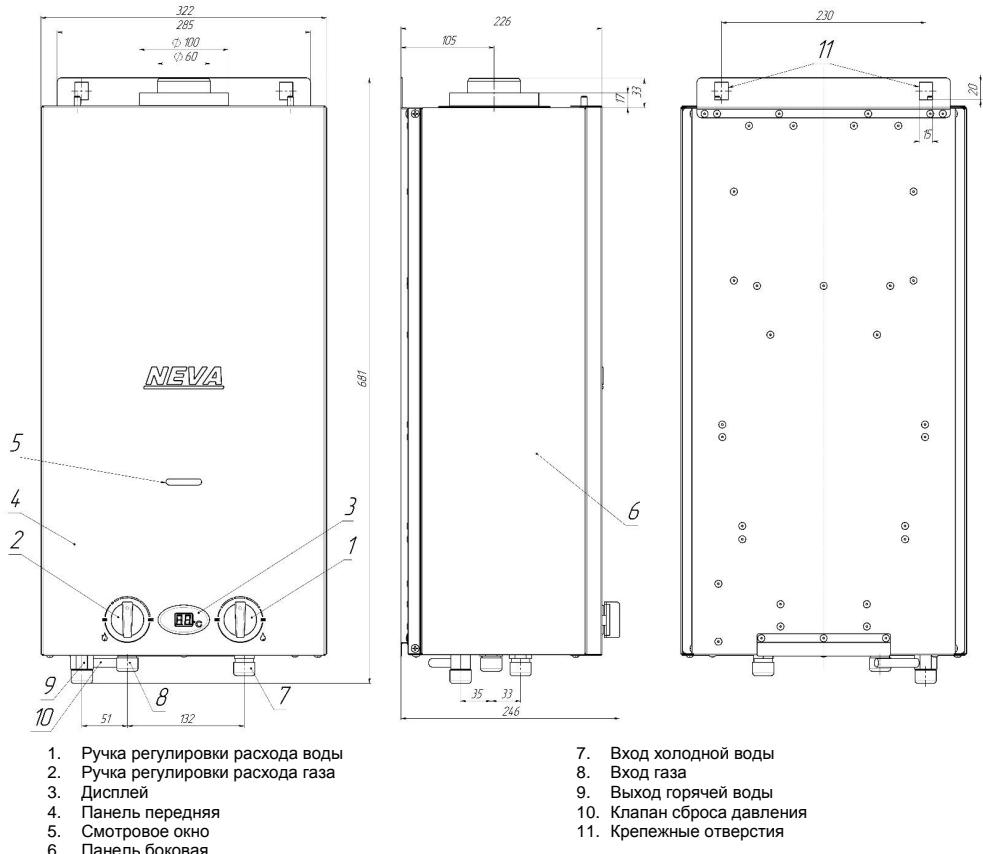

Рисунок 1. Габаритные и присоединительные размеры аппаратов.
- а) снять ручки 1 и 2 (см. рис. 1), потянув их на себя;
2.2.2 Аппарат навешивается монтажными отверстиями 11 (см. рис. 1) на 2 крючка, установленные в стене (крючки и дюбели входят в комплект поставки). Расположение и размеры монтажных отверстий, а также габаритные и присоединительные размеры для подсоединения трубопроводов воды, газа, отвода продуктов горения приведены на рис. 1.
2.3.5. Подключение холодной воды производить к штуцеру подвода холодной воды 7 (рис. 1), а горячей воды – к штуцеру отвода горячей воды 9, предварительно сняв со штуцеров защитные заглушки.
2.4.1. Для обеспечения устойчивой работы аппарата необходимо производить подводку газовой линии металлическими трубами или гибким шлангом с внутренним диаметром не менее 13 мм. Гибкий шланг для подвода газа, в соответствии с требованиями СП 62.13330.2011, должен быть стойким к подводимому газу при заданных давлении и температуре. Длина гибкого шланга должна быть не более 2,5 м. Трубы или гибкий шланг подключать к штуцеру 8 (см. рис. 1) предварительно сняв с него защитную заглушку.